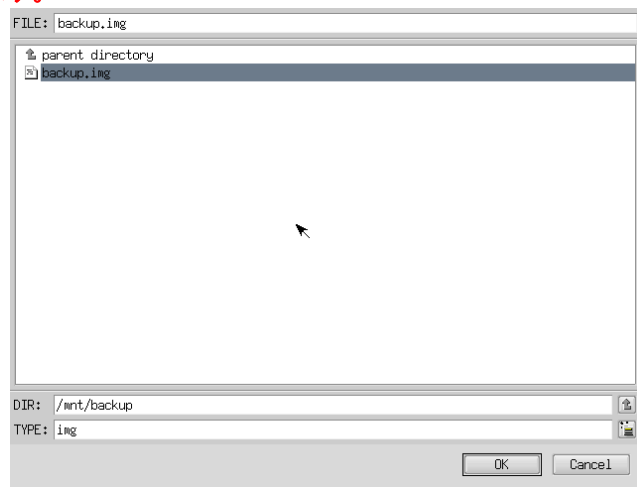

図 5-2-5. ファイル参照画面
- ⑧ ファイル参照画面（図 5-2-5）が表示されます。バックアップ USB は、/mnt にマウントされていますので、/mnt 以下から目的のファイルを探してください。[OK]を押すとファイル選択画面にもどります。
- ⑨ ファイル参照画面（図 5-2-5）で指定したバックアップファイルが入力されていることを確認します。[次へ]ボタンを押します。